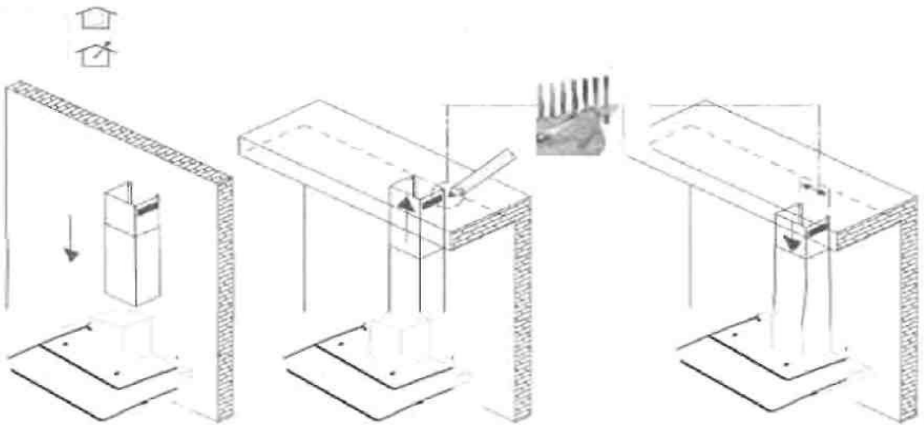

Fig. 8
5. Markeer de zijpositie van de beweegbare "B" kap en laat die terug naar beneden zakken (zie fig. 8).